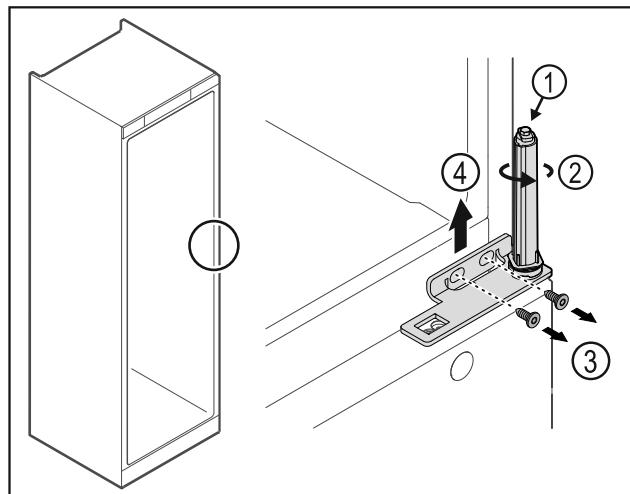

Fig. 34
- ▶ Tourner le système de fermeture Fig. 34 (2) jusqu'à entendre un clic.
- ▶ Desserrer les vis Fig. 34 (3) et retirer l'équerre de charnière Fig. 34 (4) par le haut.
- ▶ Ne pas désassembler le système de fermeture de la porte Fig. 34 (1).